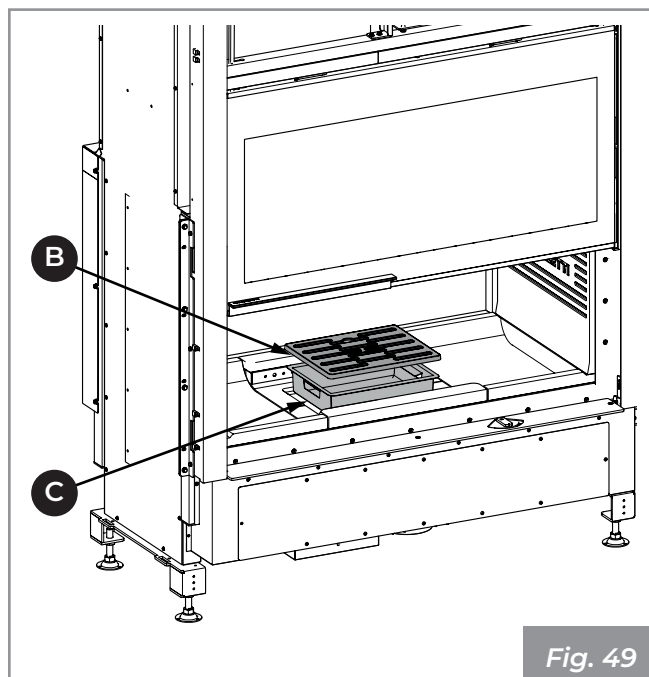

Fig. 49
- 2) Levantar y retirar la rejilla (B) y el cajón de cenizas (C) (Fig. 49).